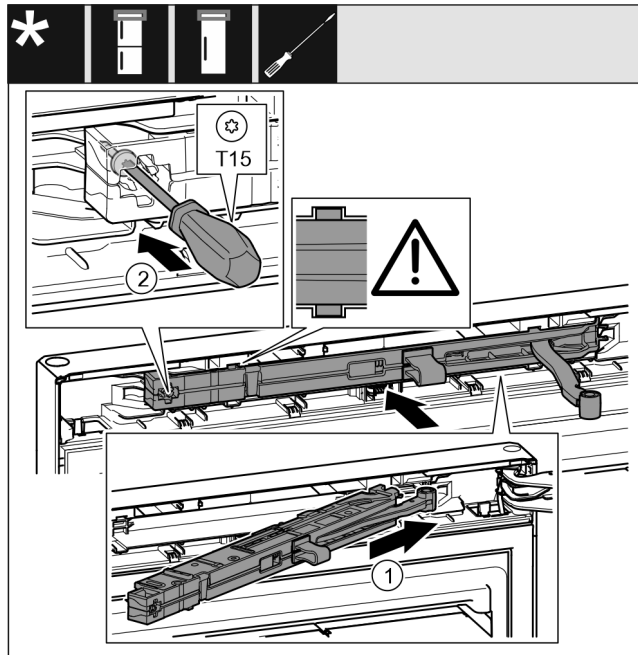

Fig. 33
- ▶ Côté support de palier, pousser l'unité d'amortissement de fermeture Fig. 33 (1) jusqu'en butée de biais dans l'évidement.
- ▶ Serrer la vis Fig. 33 (2) avec un tournevis.